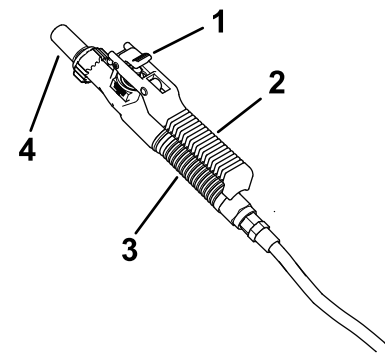

Figura 48
7. Apriete el gatillo contra la empuñadura de la lanza de fumigación para empezar a fumigar; bloquee el gatillo en esa posición si lo desea (Figura 48).
8. Cuando termine de fumigar, si bloqueó el gatillo de la lanza de fumigación, desbloquéelo y suelte el gatillo (Figura 48).